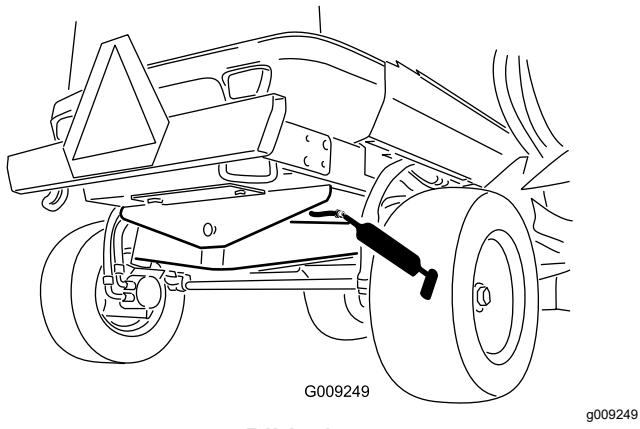

Bild 51
- 1 Hinterachsen-Drehbüchse (Bild 51)